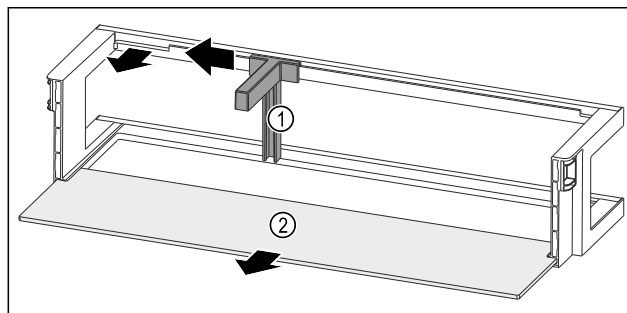

Fig. 93 Raft montat pe ușă cu suport pentru sticle și raft
- ▶ Împingeți în lateral suportul pentru sticle Fig. 93 (1) până la degajare.
- ▶ Extrageți suportul pentru sticle Fig. 93 (1).
- ▶ Extrageți raftul Fig. 93 (2).